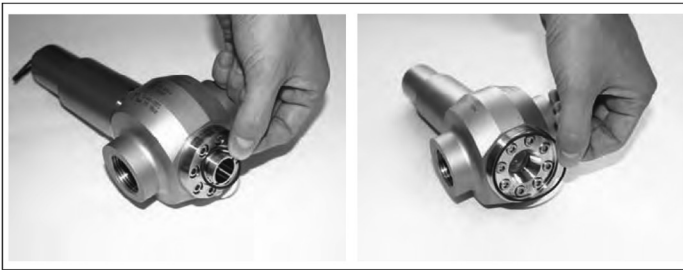

Fig. 5 - Sistemazione degli O-Ring agli anelli degli oblò
2. Posizionare ciascun O-Ring nell'apposita scanalatura per gli anelli degli oblò (rif. Fig. 5).